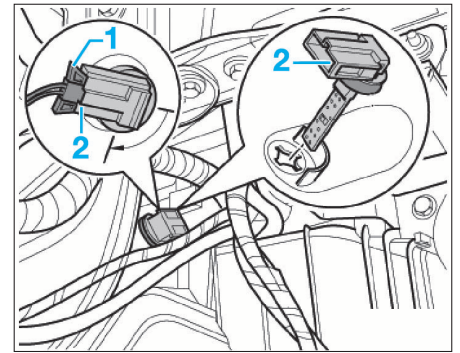

FIG. 46
- Débrancher le connecteur de température (1) (Fig.46).